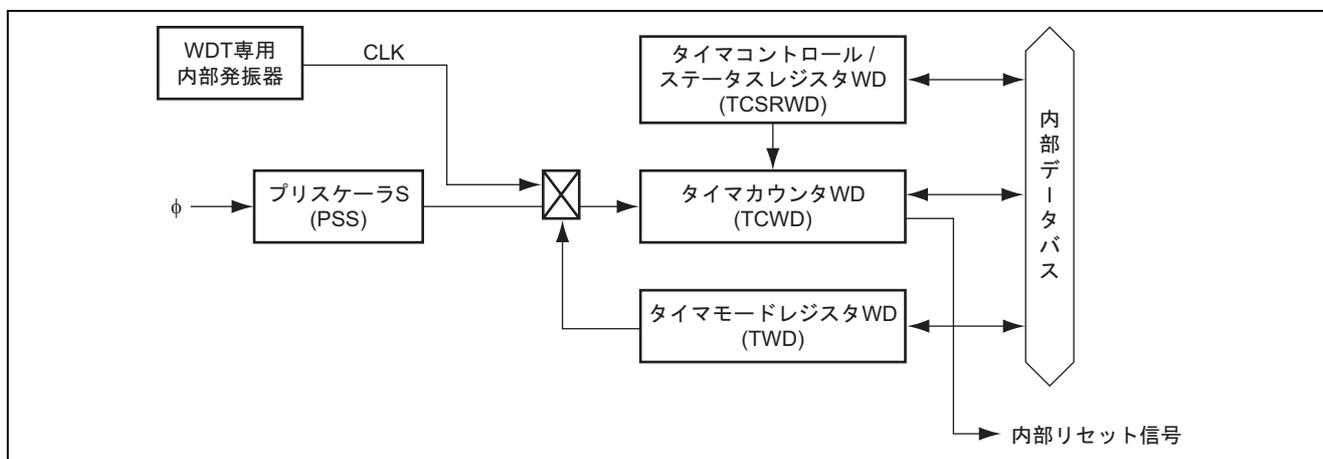

図3 ウォッチドッグタイマのブロック図
2. 本タスク例では、ウォッチドッグタイマ (WDT) 機能を使用し、ウォッチドッグ動作をします。図3にウォッチドッグタイマのブロック図を示します。以下に、ウォッチドッグタイマについて説明します。